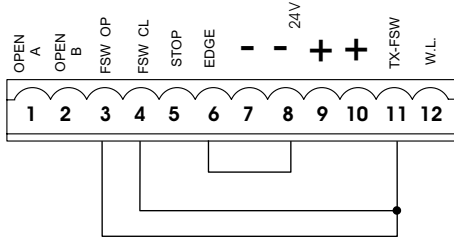

Fig. 33
**N.B. Als er geen veiligheidsvoorzieningen worden gebruikt, moeten de klemmen worden overbrugd zoals op fig. 33.**
**Nota bene:** als er geen veiligheidsvoorzieningen bij opening worden aangesloten, moet een brug worden aangebracht tussen de klemmen **OP** en **-TX FSW** (fig. 33).
**Notabene:** als er geen veiligheidsvoorzieningen bij sluiting worden aangesloten, moet een brug worden gemaakt tussen de klemmen **CL** en **-TX FSW** (fig. 33).
**Nota bene:** als er geen veiligheidsvoorzieningen "veiligheidslijst" worden aangesloten, moet een brug worden gemaakt tussen de klemmen **i EDGE** en **-** (fig. 33).